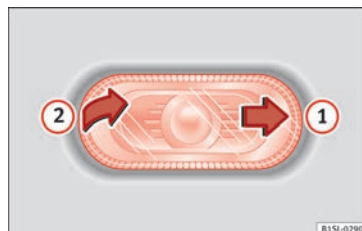

Fig. 153 Desmonte a luz indicadora de mudança de direção lateral.
1. Desloque com uma mão a luz indicadora de mudança de direção lateral para trás » **Fig. 153 ①**.